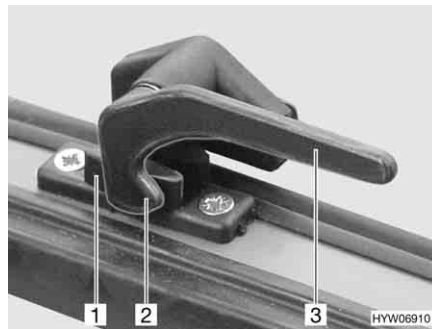

Bild 59 Låsarm i läget "stängd"
- Sväng låsarmen (Bild 59,3) ett kvarts varv mot fönstrets mitt.
- Sväng låsarmen (Bild 59,3) ett kvarts varv mot fönsterkarmen. Låsspaken (Bild 59,2) är placerad på insidan av fönsterlåset (Bild 59,1).
- I läget "helt stängt" (Bild 59).